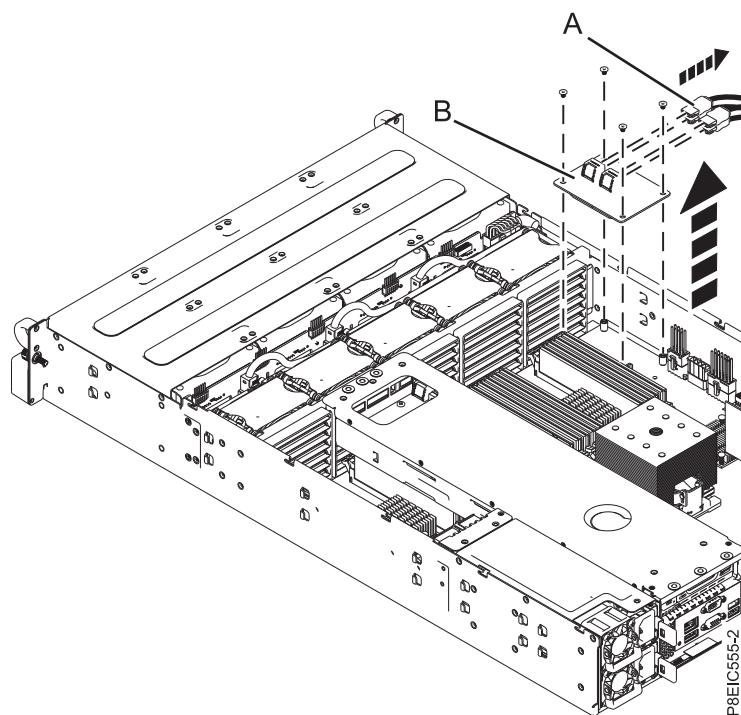

図 40. ストレージ・メザニン・カードの取り外し
4. ストレージ・メザニン・カード (B) をシステム・バックプレーンに取り付けている 4 本のねじを緩めて外し、ストレージ・メザニン・カードを取り外します (37 ページの図 40 を参照)。